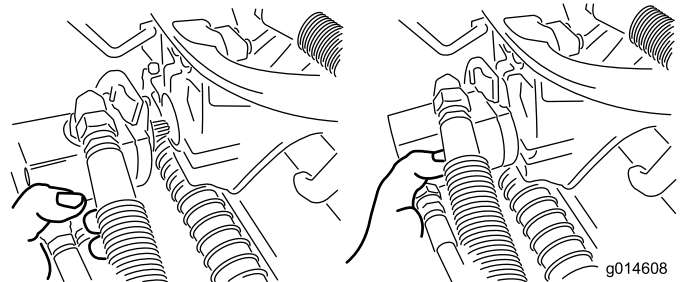

Figura 37
- Mova o motor para o local de armazenamento na parte da frente do braço de suspensão (Figura 37).